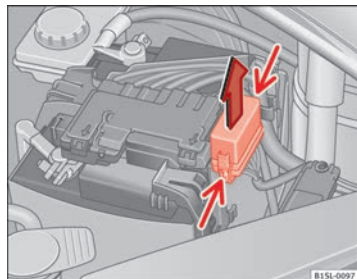

Fig. 143 Dans le compartiment moteur : cache de la boîte à fusibles.
- Appuyez sur les languettes de verrouillage dans le sens indiqué par la flèche (flèches fines) pour déverrouiller le cache de la boîte à fusibles ⇒ fig. 143.